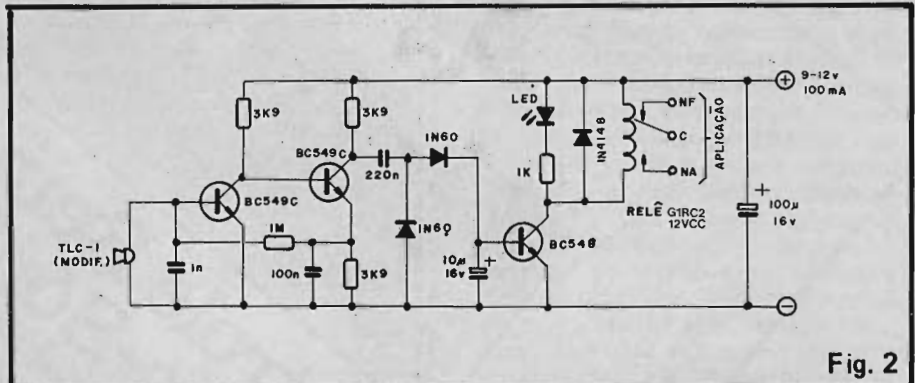

Fig. 2
- Bobina - Dois "toques" importantes: a perfeição das suas dimensões (ver fig. 2 - pág. 34 - APE 7) e de sua conexão ao circuito: é muito comum que o hobbyista iniciante simplesmente esqueça de raspar bem o esmalte isolador nas extremidades do enrolamento; com isso, a bobina ficará apenas aparentemente ligada ao circuito, quando, eletricamente falando, ela "não estará lá".